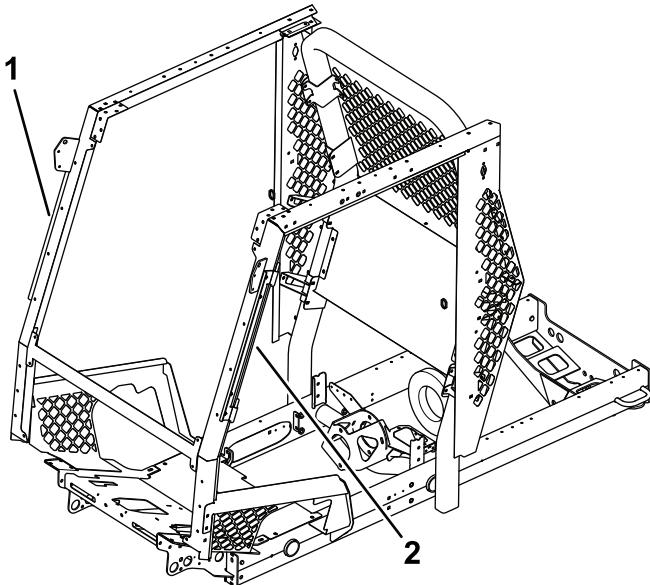
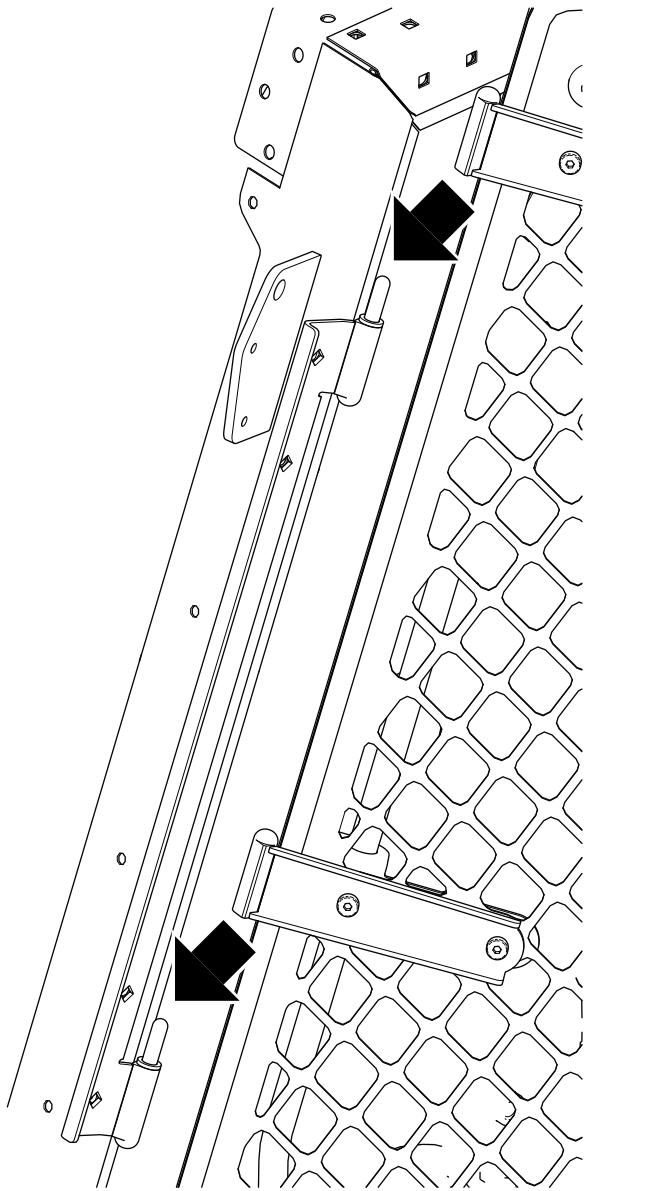

Figura 4
Figura 6
7. Utilice tornillos de cabeza de botón ($\frac{5}{16}$ " x $\frac{3}{4}$ ") y tuercas con arandela prensada ($\frac{5}{16}$ ") para instalar el bastidor de la puerta izquierda y el bastidor de puerta derecha (Figura 4 y Figura 6).
| 1. Espaciador | 9. Instale cada puerta deslizando las bisagras sobre los pasadores de las bisagras (Figura 6). |